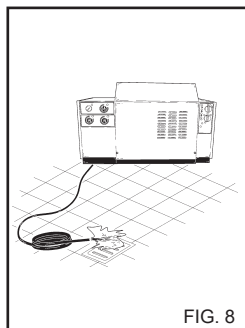

FIG. 8
**Per eliminare eventuali impurità o bolle d'aria dal circuito idraulico, effettuare il primo avviamento dell'idropultrice senza lancia, lasciando uscire l'acqua per alcuni secondi. Eventuali impurità potrebbero intasare l'ugello ed impedirne il funzionamento (Fig. 8).**